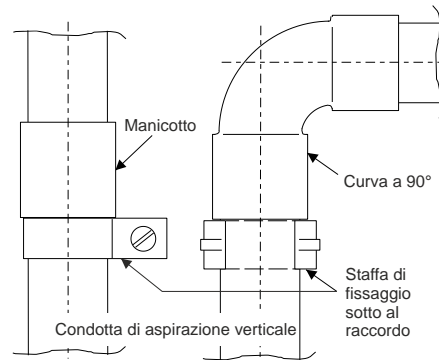

Fig. 35 Condotta di aspirazione verticale
- Con una disposizione verticale della condotta di aspirazione o di parti della stessa (ad es. tubo montante) occorre accertarsi che i tubi non possano scivolare verso il basso (applicare le staffe direttamente sotto i raccordi, come da Fig. 35).